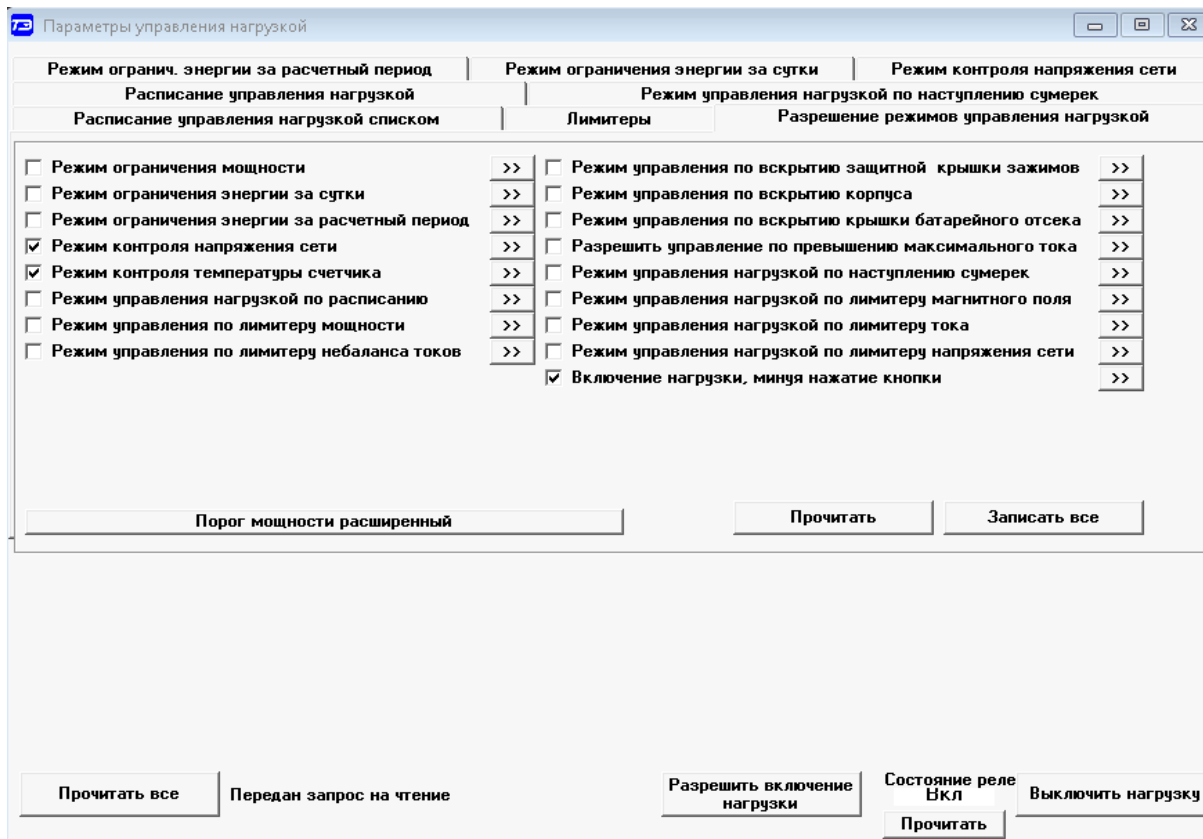

Рисунок 45 – Форма «Параметры управления нагрузкой»
22.7.1 Чтение и конфигурирование параметров режима ограничения мощности производится посредством формы «Порог мощности расширенный», аналогично описанному в разделе 20. Вызов формы «Порог мощности расширенный» может быть произведен по кнопке «Порог мощности расширенный», расположенной на поле формы «Параметры управления нагрузкой» (рисунок 45).